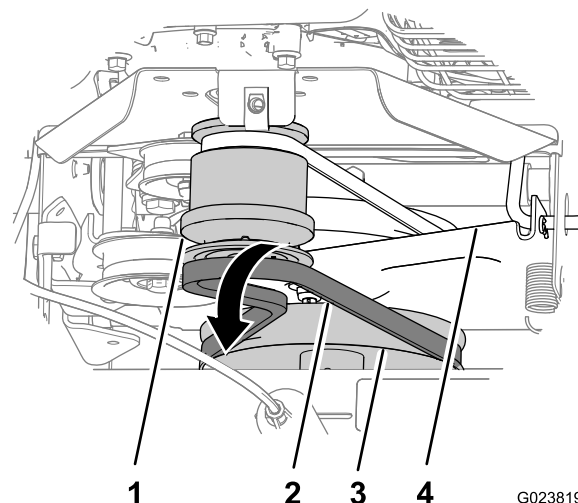

Рисунок 40
3. Проложите ремень вперед через переднюю канавку шкива двигателя (Рисунок 40).
4. Снимите ремень со шкива редуктора щетки, переместите ремень назад между шкивом и кронштейном управления тягой и снимите ремень с машины (Рисунок 40).
1. Выровняйте новый ремень между шкивом и кронштейном управления тягой (Рисунок 40).
2. Установите ремень в канавку в нижней части шкива редуктора щетки (Рисунок 40).
- Установите ремень в переднюю канавку шкива двигателя (Рисунок 40).